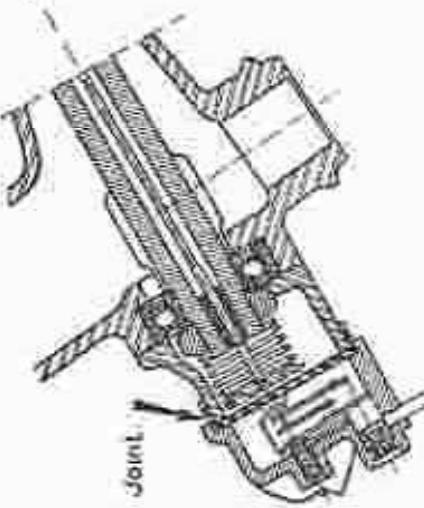

Fig. 60. — Vis en coupe du boîtier de contacteur et du boîtier de direction.
- Mettre en place le roulement N203 (fig. 60).